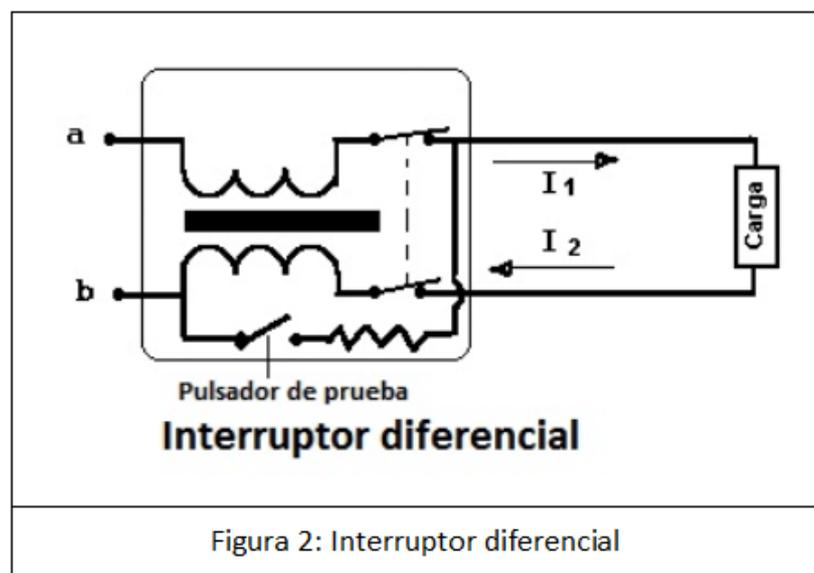

Figura 2: Interruptor diferencial
El elemento fundamental de la instalación eléctrica que nos protege de posibles descargas mortales es el Interruptor Diferencial (ID) (Llamado también Dispositivo Diferencial Residual o DDR), un dispositivo que se encarga de proteger a las personas de una descarga a través de su cuerpo, detectando que parte de la corriente no retorna por el otro cable de la instalación. Si la corriente de ida no es igual a la de vuelta, es que ha habido una fuga (Figura 2).